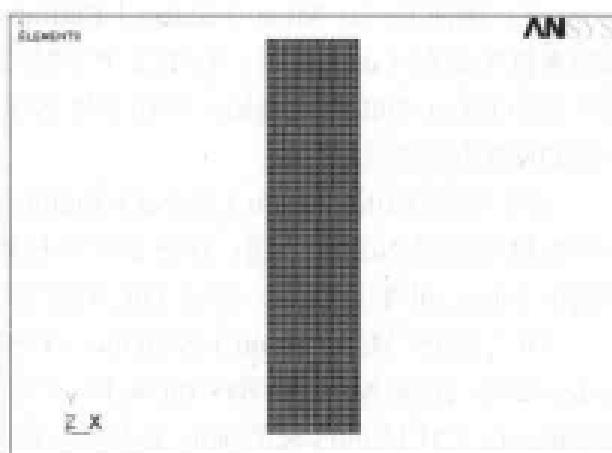

图 9-55 网格划分结果显示
(11) 选择 Main Menu | Preprocessor | Meshing | Mesh | Area | free 命令，出现 Mesh Areas 菜单，单击 Pick All 按钮，网格划分后的结果如图 9-55 所示。